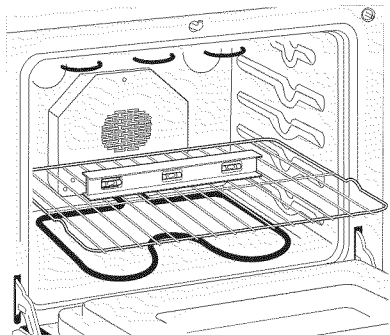

Figura 9
2. Ponga un nivel sobre la parrilla (vea figura 9). Tome dos lecturas con el nivel puesto diagonalmente en una dirección y después en la otra. Nivele la estufa, si es necesario, ajustando las 4 patas niveladoras con una llave de tuercas (Figura 11).